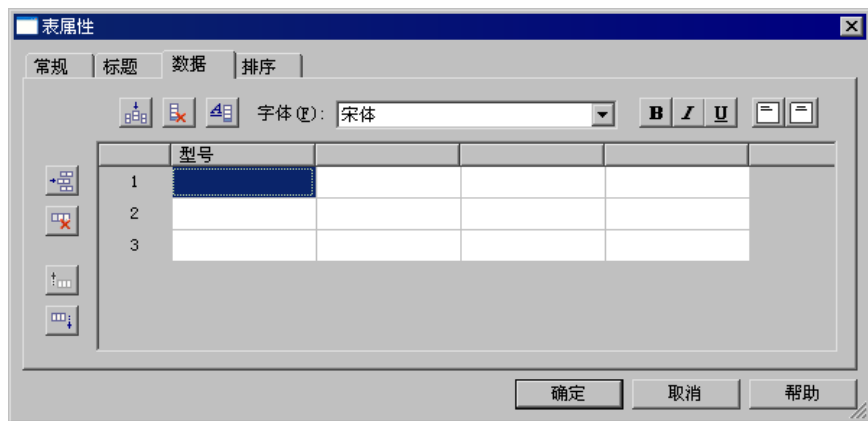

图 9.2.17 格式化单元格
Step4. 格式化单元格。单击“格式化列”对话框下拉列表中选择选项框中的 **格式化单元格(U)...** 按钮，然后在 **水平对齐(H)** 下拉列表中选择 **居中** 选项，在 **竖直对齐(V)** 下拉列表中选择 **居中** 选项，然后单击两次 **确定** 按钮，效果如图 9.2.17 所示。